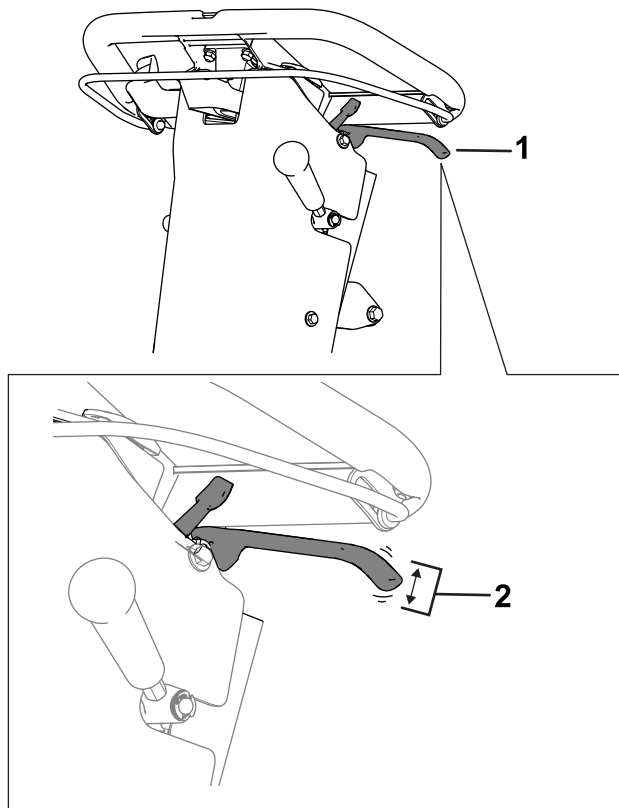

Figure 38
2. Mesurez le jeu au bout du levier du frein de stationnement (Figure 38).